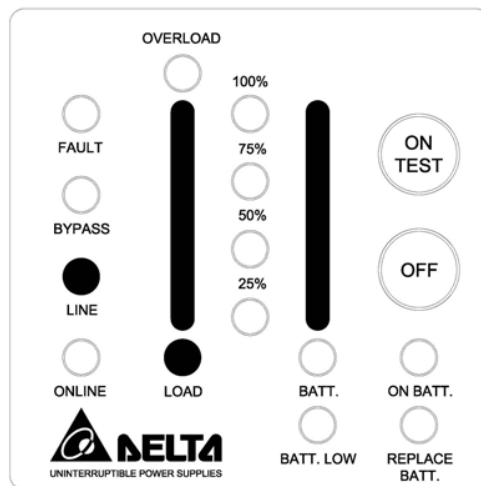

Рис. 3-1. Индикация в дежурном режиме
- Первоначально ИБП устанавливается в дежурный режим, при этом после звукового сигнала загорается индикатор величины нагрузки, а индикатор состояния входа (LINE) отображает состояние питающей сети (см. рис. 3-1).